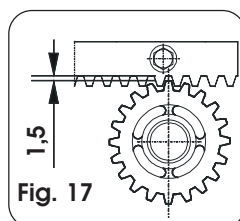

Fig. 17
- Na de installatie van de tandheugel moet de positie van de motorvertraging ongeveer 1,5 mm worden verlaagd (fig. 17) om te garanderen dat de tandheugel goed in het tandwiel grijpt.